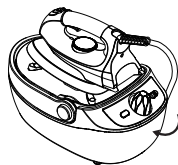

Fig.7
- Aperte totalmente a válvula de segurança. (Fig.7)